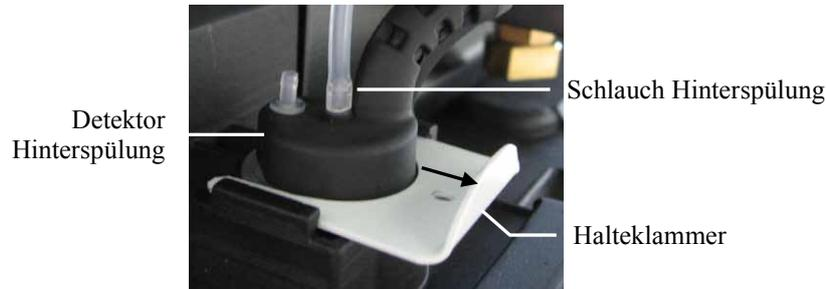

Abb. 33: Detektor Hinterspülung
1. Ziehen Sie den Schlauch der Hinterspülung am Detektor ab (→ Abb. 33).
Stecken Sie den Schlauch der Hinterspülung am *inneren* Anschlussport an (→ Abb. 33).